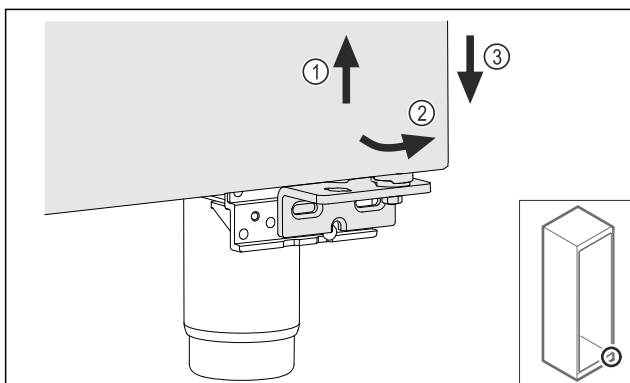

Fig. 27
- Løft døren en smule Fig. 27 (1), vip den fremad forinden Fig. 27 (2), og sænk den Fig. 27 (3).